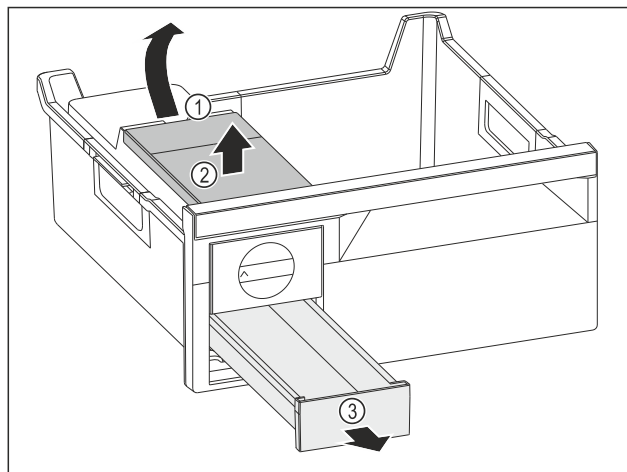

Fig. 187
- Retirer le réservoir d'eau : Soulever le réservoir d'eau hors de l'évidement Fig. 187 (1).
- Retirer le réservoir d'eau Fig. 187 (2) vers le haut.
- Retirer le compartiment à glaçons Fig. 187 (3) vers l'avant.